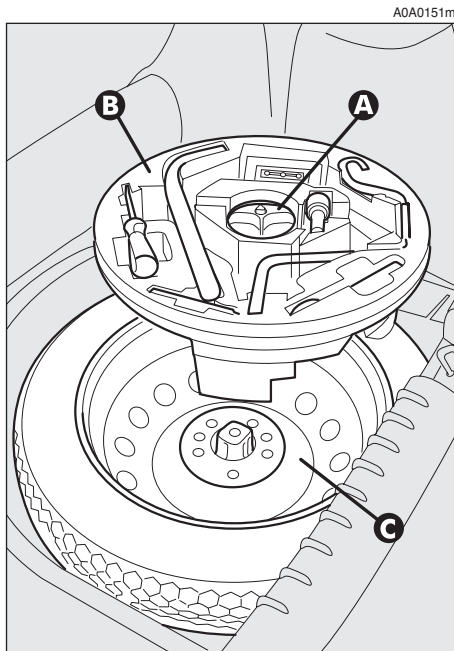

fig. 3
- En se servant de la poignée (A) enlever le préformé de revêtement rigide (B).
- Dévisser le dispositif de blocage (A-fig. 3).
- Prendre la boîte à outils (B) et la porter près de la roue à remplacer.
- Prélever la roue de secours (C).
– ranger la boîte avec les outils sur la roue de secours et fixer le tout avec le dispositif de blocage (A-fig. 3)